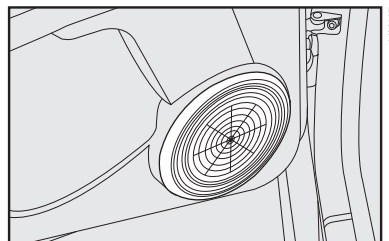

fig. 100
- dos altoparlantes full-range traseros de 5" con 20 W RMS de potencia **fig. 100.**